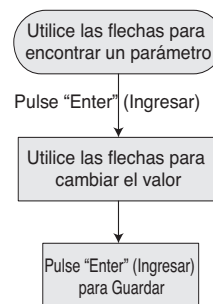

Figura 12 - Cómo cambiar el valor del parámetro.
- Siga el orden de teclas pulsadas que se ilustra en la Figura 12:
La contraseña bloquea o desbloquea los botones azules en el teclado. Todas las unidades del PENTEK INTELLIDRIVE se despachan de fábrica con una contraseña por defecto de 7777. Esta contraseña se puede cambiar a cualquier otro número de 1 a 4 dígitos. Para reconfigurar la contraseña a una especial para la unidad, se debe desbloquear el teclado (consulte a continuación) y seguir el orden de la Figura 12 para pulsar las teclas a fin de efectuar el cambio.